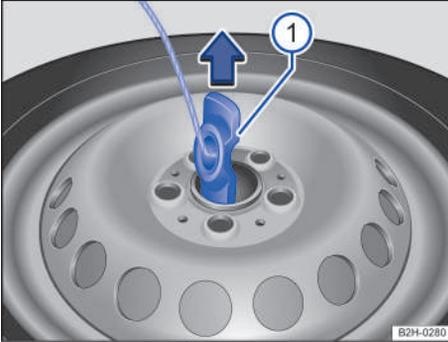

Fig. 199 Rueda de repuesto o de emergencia: soltar el soporte para llantas.
1. Desenrosque el tornillo de seguridad del soporte para llantas → fig. 199 ①.
2. Coloque el soporte para llantas en vertical → fig. 199 ①.